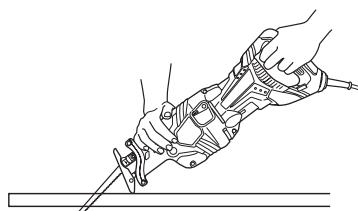
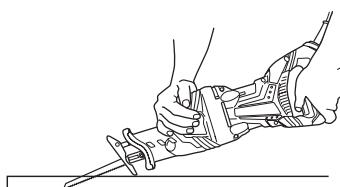

Fig. 26
Fig. 27
(2) Levante el mango lentamente y corte con la hoja de sierra poco a poco. (Fig. 26, Fig. 27)